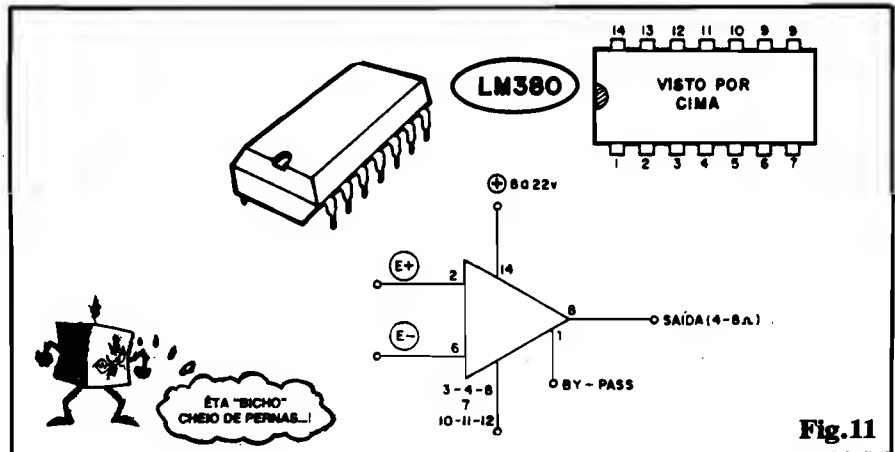

Fig.11
- FIG. 11 - O INTEGRADO LM380 - APARÊNCIA, PINAGEM, SÍMBOLO E ESPECIFICAÇÕES - Num invólucro DIL de 14 "pernas" (7 de cada lado) o LM380 pode ser considerada uma peça pequena, dada a boa Potência que libera, em watts... A figura mostra também o "bichinho", visto por cima, com a pinagem devidamente numerada (sempre usando como referência a extremidade que contém uma marquilha, como já sabemos...). Ainda na mesma figura, temos a representação simbólica universal para os blocos amplificadores, na forma do triângulo, com os respectivos terminais utilizados, numerados... Alguns detalhes sobre esse Integrado (que apresenta uma relação custo/utilidade/versatilidade muito boa, e portanto deverá ser usado várias vezes, nas EXPERIÊNCIAS e PRÁTICAS do ABC):